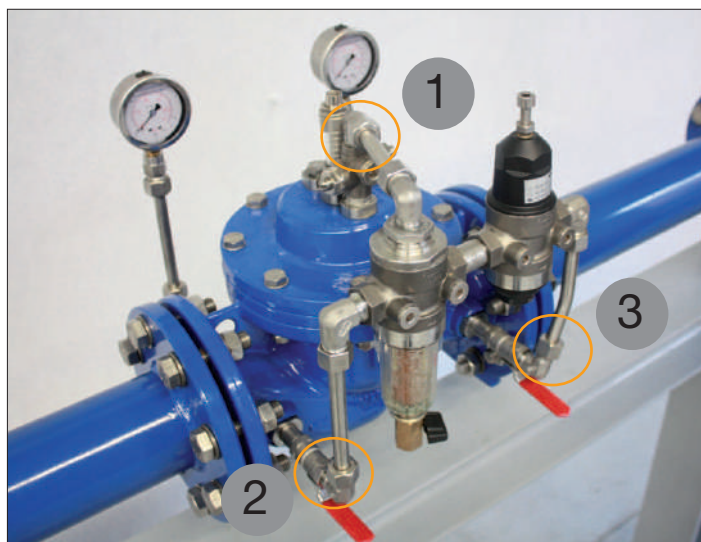

Рис. 48: Резьбовые соединения
4. Раскрутить резьбовые соединения (рис. 48, №1) между фильтром и регулятором времени открытия/закрытия с помощью рожковых ключей на 19 и на 17 (для фиксации).
5. Раскрутить соединения с врезающимися кольцами (рис. 48, №№ 2 и 3) слева от фильтра и справа от «пилота» с помощью рожкового ключа на 17.